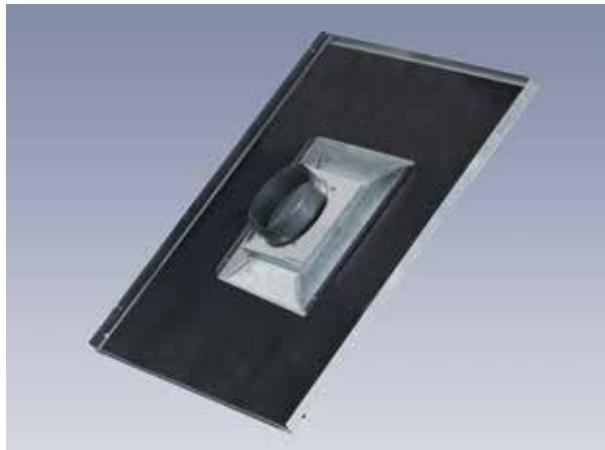

Figure 8: Opticlean pour raccordement à une gaine ou à un coude de 90°
- raccords de conduits ou coudes à 90° (figure 8) ou